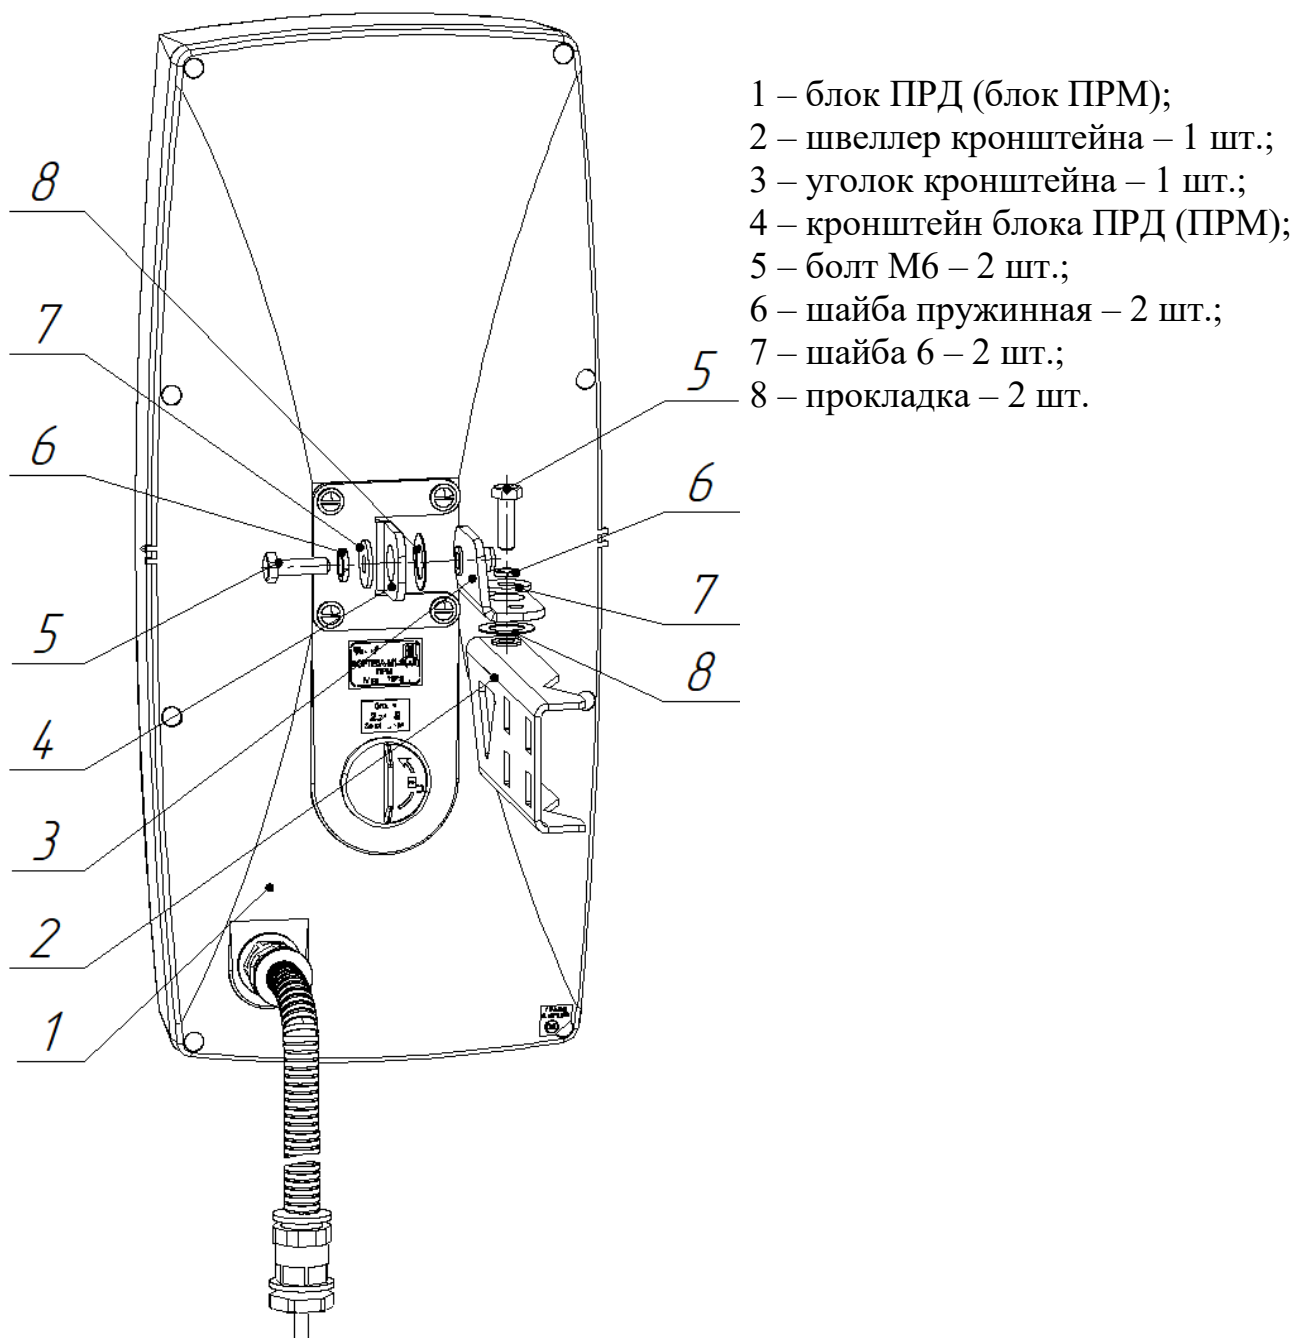

Рисунок 2.5 – Установка блока ПРД (блока ПРМ) извещателей на кронштейне
2.3.3.2 Закрепить блок ПРД (блок ПРМ) поз.1 на кронштейне (см. п.2.3.3.4 и рисунок 2.5).